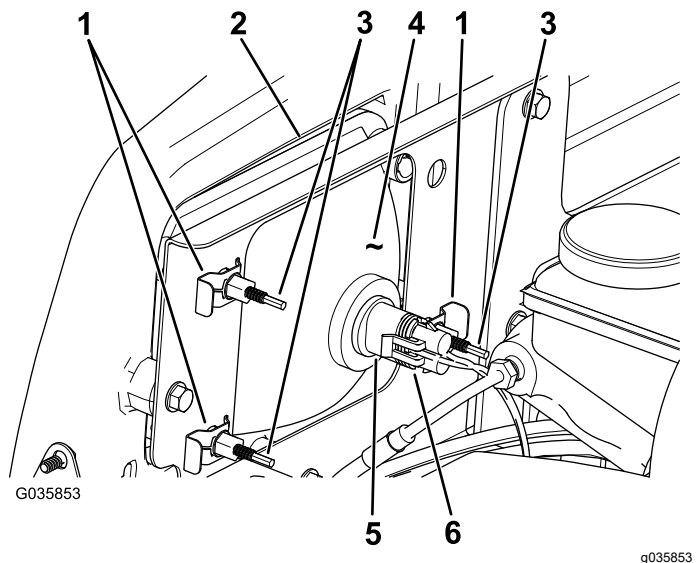

Bild 53
3. Schließen Sie den elektrischen Anschluss für den Kabelbaum vom Lampenanschluss ab (Bild 53).
4. Entfernen Sie die Schellen, mit denen der Scheinwerfer an der Scheinwerferhalterung befestigt ist (Bild 53).
5. Schieben Sie den Scheinwerfer nach vorne durch die Öffnung in der vorderen Stoßstange und entfernen Sie ihn (Bild 53).
6. Setzen Sie den neuen Scheinwerfer durch die Öffnung in der Stoßstange ein (Bild 53).
8. Schließen Sie den elektrischen Anschluss für den Kabelbaum am Lampenanschluss an (Bild 53).
2. Drehen Sie die Einstellschrauben an der Rückseite des Scheinwerfers (Bild 53), um den Scheinwerfer zu drehen und den Scheinwerferstrahl einzustellen.